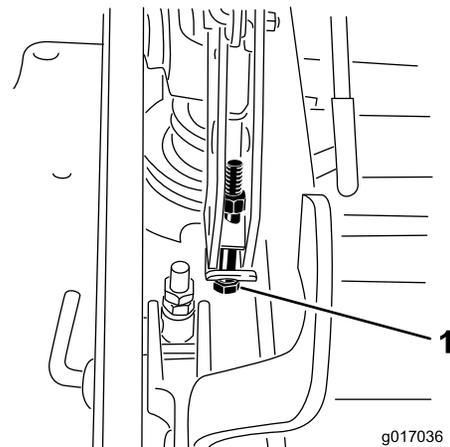

**Figura 88**
12. Para ajustar el sistema de ajuste de un solo punto, afloje los dos pernos situados cerca del borde inferior de la pletina de altura de corte. Consulte Figura 88.
14. Apriete los 2 pernos en el borde inferior de la pletina de altura de corte (Figura 88). Apriételos a 18–23 N-m (27 a 33 pies-libra).